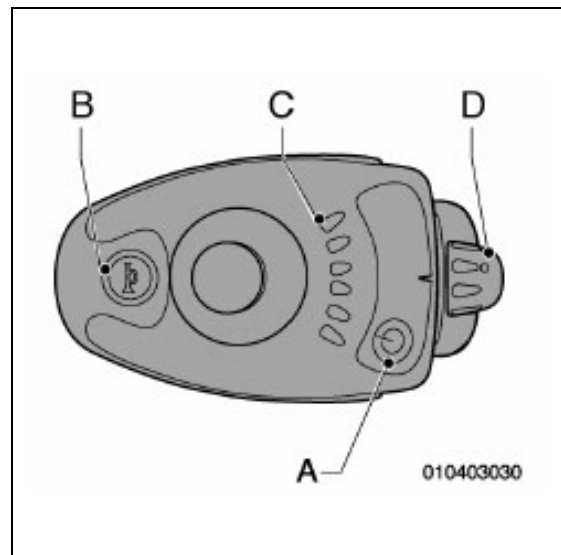

Abbildung 3.7
- Bei der Bedieneinheit vom Typ 'Shark' mit dem Drehschalter (Abb. 3.7 - D).